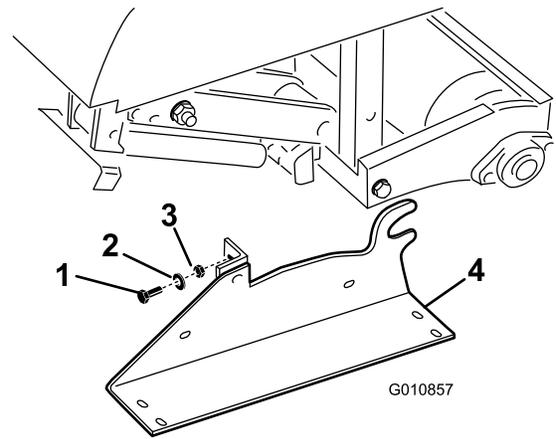

Figura 32
2. Retire los pernos, las arandelas de freno y las tuercas que sujetan los soportes de almacenamiento a cada extremo del aireador (Figura 32).